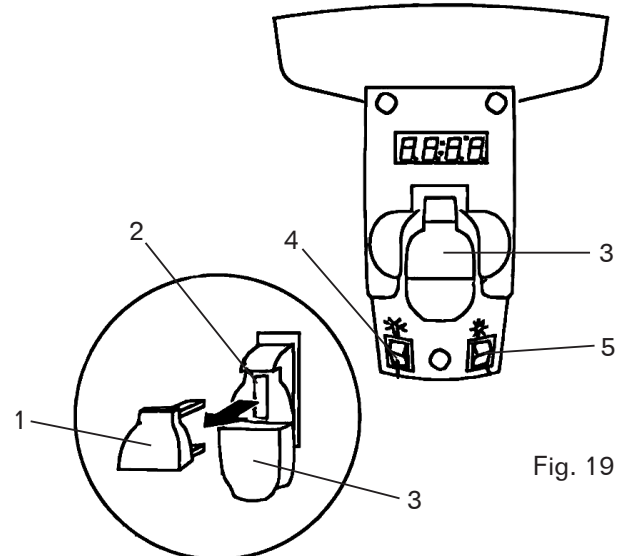

Fig. 19
## INTERRUPTOR DE ENCENDIDO / APAGADO DE LA PRENSA DE TALADRO (FIG. 19)
1. Para encender la taladradora, inserte la llave de seguridad amarilla (Fig. 19 - 1) en la caja del interruptor (Fig. 19 - 2). Como característica de seguridad, el interruptor no se puede encender sin la llave de seguridad.
4. Para bloquear el interruptor en la posición APAGADO, retire la llave de seguridad (Fig. 19 - 1) del interruptor. Guarde la llave de seguridad en un lugar seguro fuera del alcance de los niños.
## INTERRUPTORES DE ENCENDIDO/APAGADO DE LÍNEA DE LUZ Y LÁSER (FIG. 19)
El interruptor de luz (Fig. 19 - 3) está ubicado en la cubierta de la lámpara. El interruptor láser (Fig. 19 - 4) se encuentra debajo del interruptor ON/OFF a la derecha.